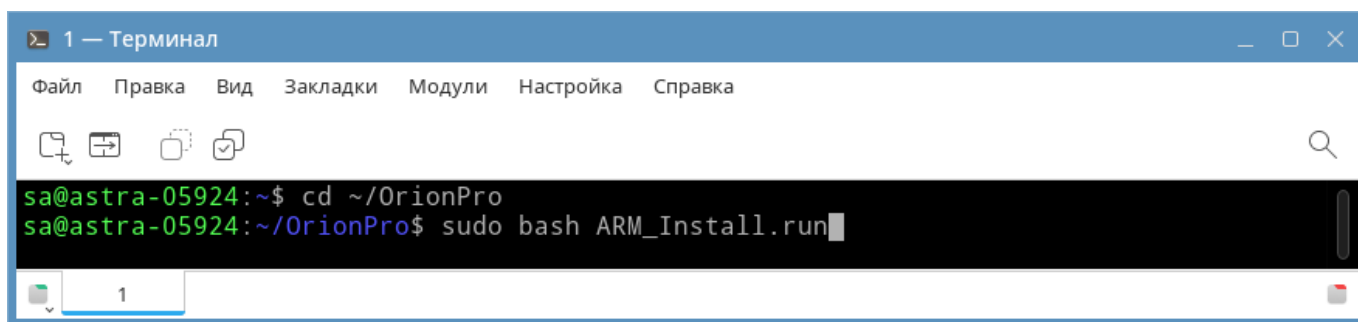

Рисунок 2-6 Инициализация запуска установочного скрипта с правами администратора
- 4) Инициализируйте запуск установочного скрипта – файла «ARM_Install.run» – с правами администратора, для чего введите команду «**sudo bash ARM_Install.run**» (см. Рисунок 2-6) и нажмите клавишу <Enter> на клавиатуре;